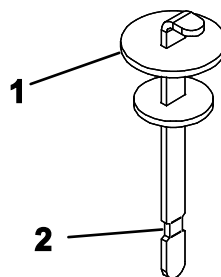

图 62
4. 从加油颈中取出量油尺用干净的抹布擦拭。将量油尺插入加油颈然后再取出检查液位。液压油位应达到量油尺上的标记图 62。